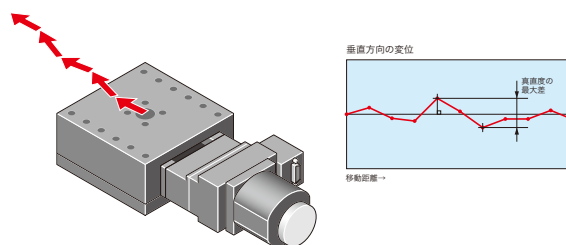

図3-8 真直度(垂直)
3.8 真直度(垂直)[JIS B 6191-1993準拠]【図3-8】